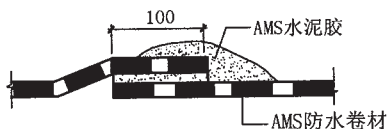

图1 搭接接缝方式
1) AMS防水卷材接缝可采用搭接接缝方式, 搭接宽度100mm, 用AMS水泥胶粘结, 防水层施工与接缝施工同步进行, 接缝粘结应连续且粘结率应达98%以上(见图1); 亦可采用焊接法施工, 当采用单缝焊接时, 其有效焊缝宽度不应小于25mm; 采用双缝焊接时, 其有效焊缝宽度为 $10\text{mm}\times 2 + \text{空腔宽度}$ 。